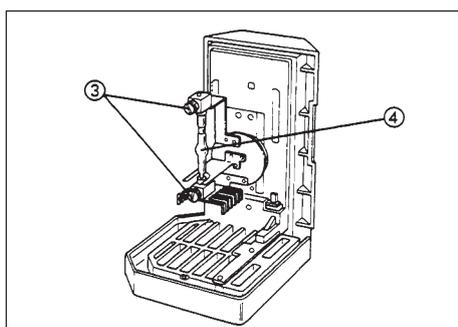

Abb. 4
3. Die Fassung umdrehen, wie in Abb. 4 gezeigt.
Ⓞ Die beiden Brennerfeststellschrauben ③ lösen, um bei der ersten Benutzung des Geräts die Transportverriegelung zu entfernen oder um den verbrauchten Brenner zu entfernen und gegen einen neuen auszutauschen. (Abb. 4)
4. Den Pluspol des vorgeschriebenen Quecksilberbrenners ④ an der oberen Aufnahme und den Minuspol an der unteren Aufnahme anbringen. (Abb. 4)